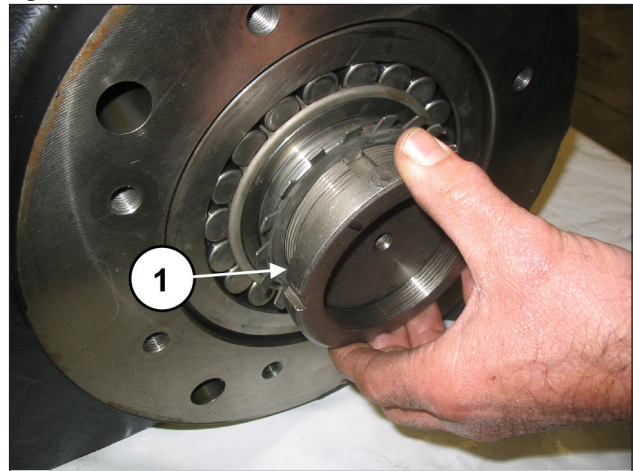
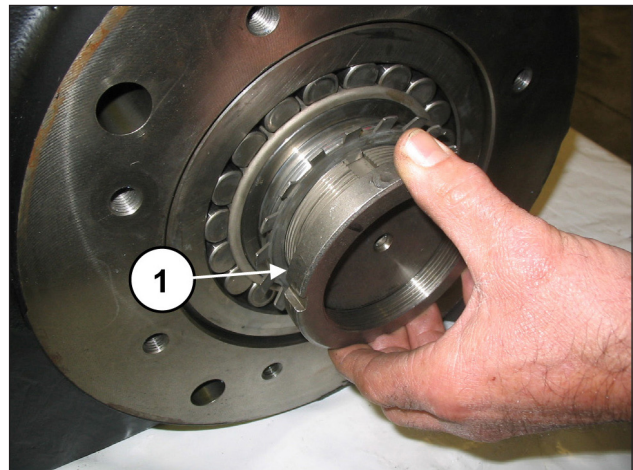
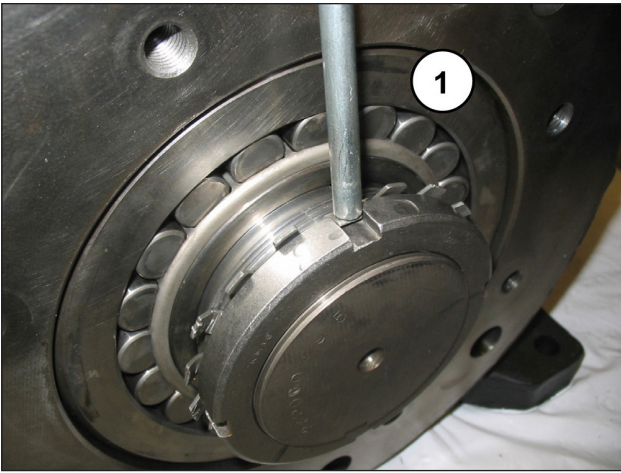

Fig. 53
Fig. 54
Fig. 55
Dévisser la bague et insérer la rondelle de sécurité (rep. ①, Fig. 53) puis revisser à fond la bague (rep. ①, Fig. 54), après quoi, plier la languette de retenue de la rondelle (rep. ①, Fig. 55).